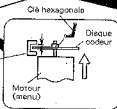
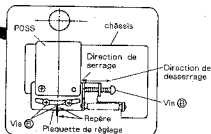
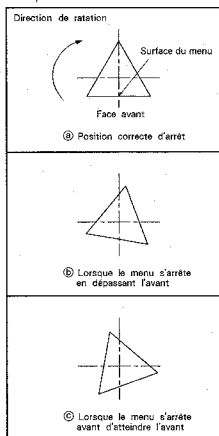

Fig. 7-2
Fig. 7-3
Fig. 7-4
- Desserrer la vis ② maintenant le disque codeur en utilisant la clé hexagonale.
- Desserrer la vis ③ maintenant la plaquette de réglage.
- (1) Régler le jeu entre le disque codeur et le photointerrupteur du moteur (menu) à 1-2 mm. (Fig. 7-2)
- (2) Fixer la vis du disque codeur en la serrant à l'aide d'une clé hexagonale.
- (3) Tourner la vis ④ de manière à ce que le repère ciselé sur la plaquette de réglage soit alignée avec le châssis. Puis, serrer temporairement la vis ④.
- (4) Pousser la touche ROTATE MENU sur le panneau avant de l'appareil principal de manière à faire tourner le menu. Effectuer, ensuite, les réglages suivants en fonction des conditions. (Fig. 7-3)
- Lorsque le menu s'arrête en dépassant l'avant Desserrer la vis ④, puis serrer la vis ⑤ en la tournant dans le sens des aiguilles d'une montre.
- Lorsque le menu s'arrête avant d'atteindre l'avant Desserrer la vis ⑤, puis tourner la vis ④ dans le sens contraire des aiguilles d'une montre pour la desserrer.
- (5) Tourner le menu de nouveau, et serrer fermement la vis ④ lorsqu'il s'arrête en dirigeant ses surfaces vers l'avant. (Fig. 7-4 ④)
- (6) Finalement, tourner le menu et vérifier qu'il s'arrête en dirigeant toutes ses trois surfaces vers l'avant à chaque rotation de 120°.